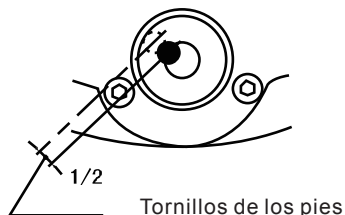

Fig.10
- (I) Gire los tornillos de los pies, haciendo la burbuja a mitad del centro. (Fig10)